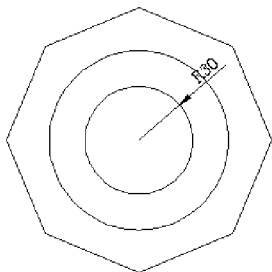

图 3.30 半径标注效果
⑤ 半径(R): 在命令提示区中输入“R”,以半径标注作为快速标注方式。半径标注效果如图 3.30 所示。